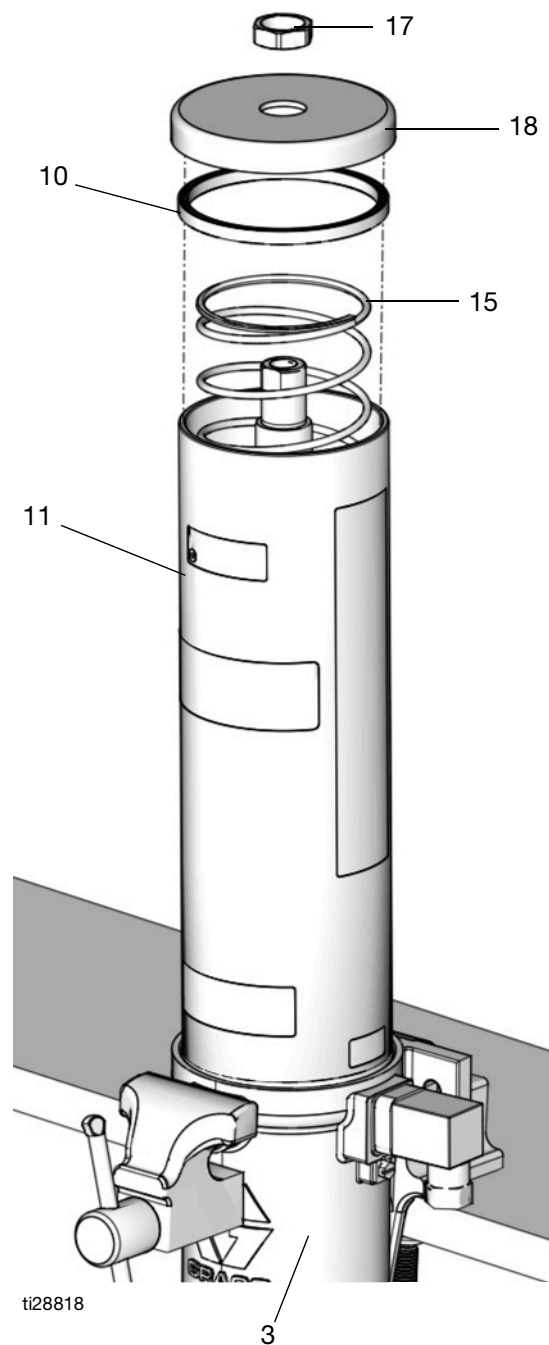

FIG. 14
10. Retirez le couvercle (18) et le ressort (15) du réservoir (11).
11. Retirez le réservoir (11) du cylindre (3) du moteur pneumatique (FIG. 14). En cas de remplacement des joints d'étanchéité (10) du réservoir, retirez les joints d'étanchéité du réservoir. Jetez les joints d'étanchéité conformément à toutes les réglementations applicables.